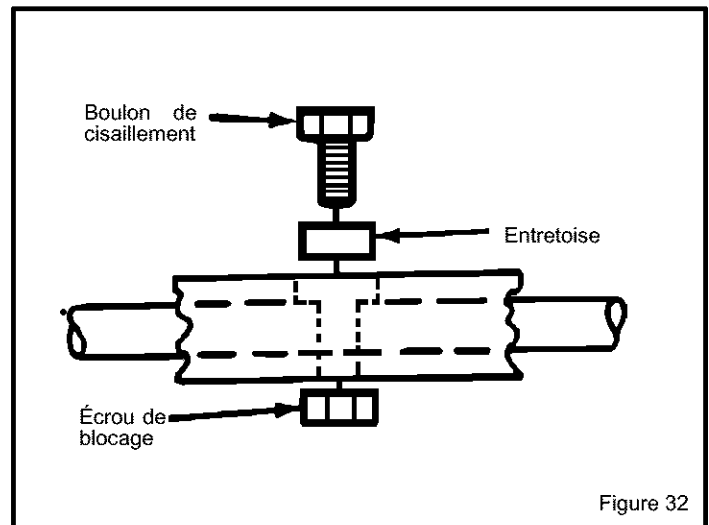

Figure 32
3. Centrer le trou de la vis sans fin avec celui de son arbre. Monter la goupille de cisaillement, l'entretoise, et l'écrou de blocage. (Voir Figure 32).